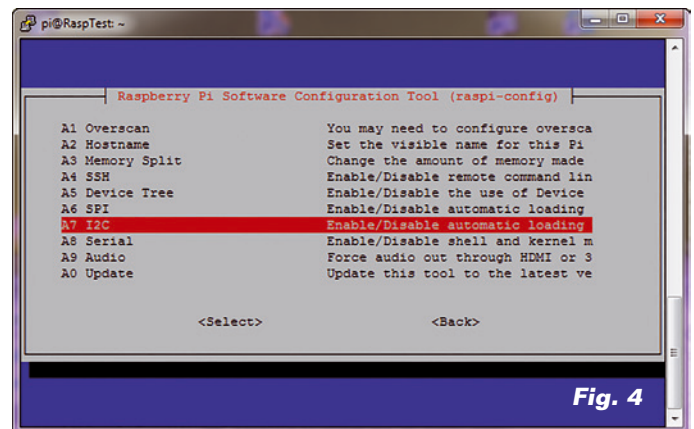

Fig. 4
- nella nuova schermata selezioniamo la voce "A7 I²C Enable/Disable automatic loading", come in Fig. 4;